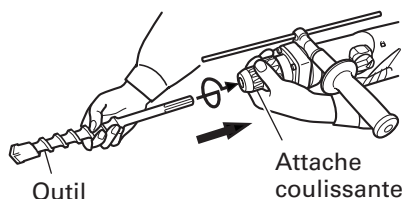

Fig. 2
- (1) Nettoyer, puis graisser la queue de l'outil avec la graisse fournie à cet effet en tube vert.
- (2) Pour fixer l'outil (tige SDS max), l'insérer dans l'orifice jusqu'à ce qu'il touche l'extrémité intérieure de l'orifice comme indiqué sur la Fig. 2.